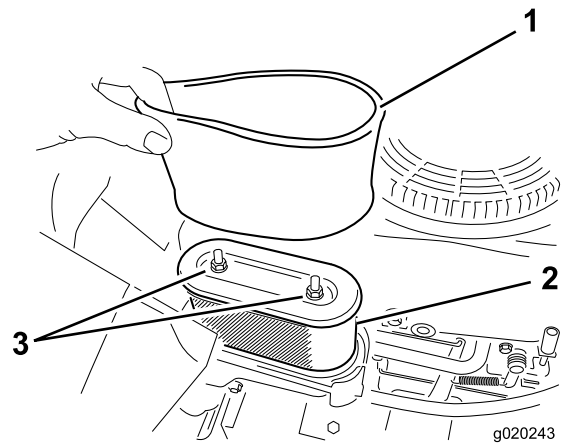

Figure 27
5. Retirez délicatement les éléments en mousse et en papier du boîtier du filtre à air (Figure 27).
1. Placez l'élément en mousse sur l'élément en papier (Figure 27).